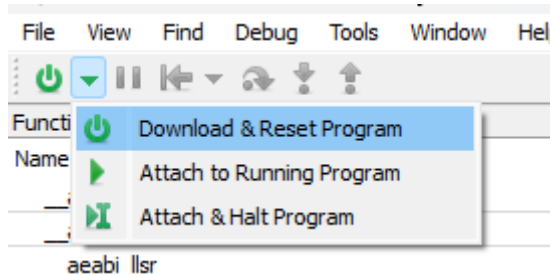

图 6-4. 电源图标下拉菜单
7. 在工具栏菜单中，有不同选项可用于与内核连接。单击图 6-4 中所示电源图标的下列菜单。